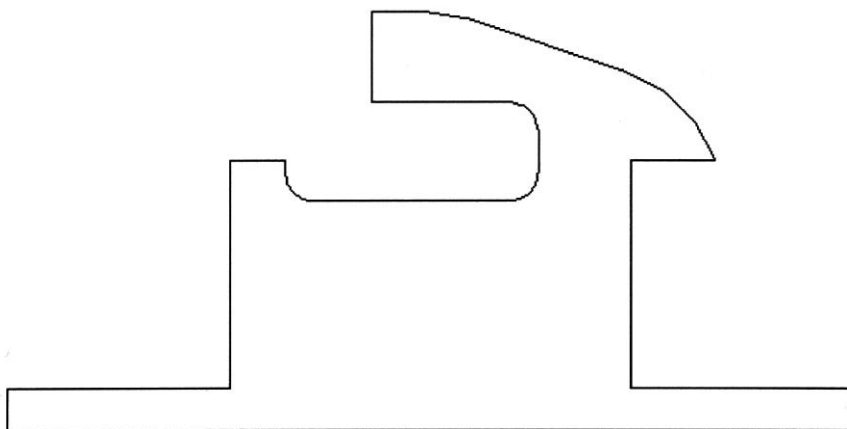
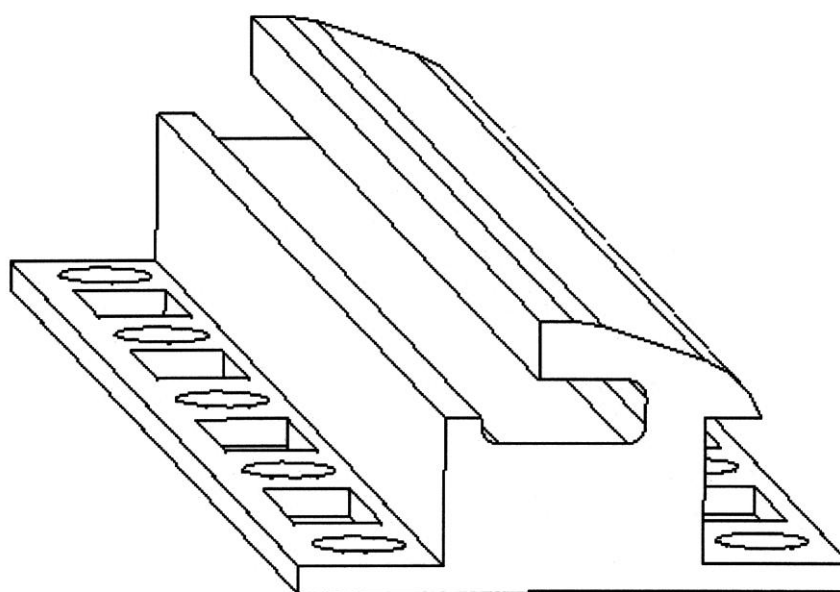
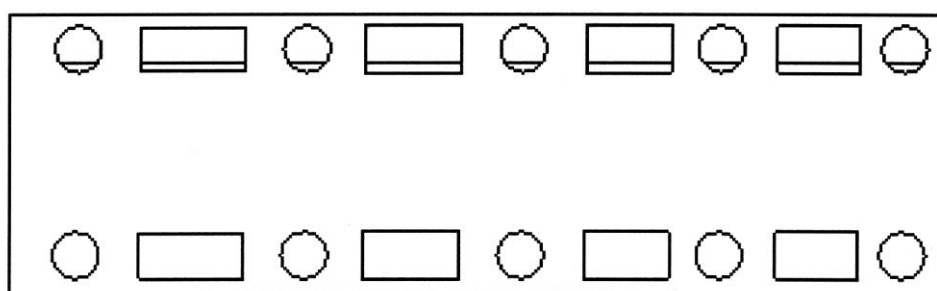

Fig. 1
Fig. 2
Fig. 3
Listwa dekoracyjna według wzoru przemysłowego uwidoczniona została na załączonym rysunku na którym fig. 1 przedstawia listwę w widoku od czoła, natomiast fig. 2 – listwę w widoku perspektywicznym, natomiast fig. 3 – w widoku od strony mocowania.
Powyższe cechy zostały przedstawione na fig. 1 i fig. 2.
- Na całej długości listwy na jej półkach, znajdują się naprzemiennie ułożone otwory w kształcie koła i prostokąta. Powyższe cechy zostały przedstawione na fig. 2 i fig. 3.